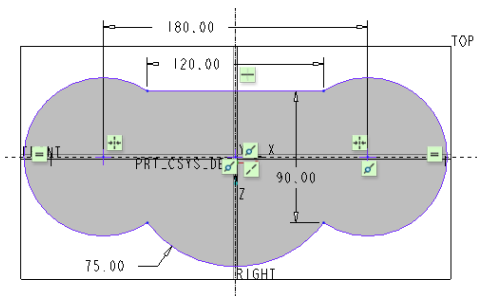
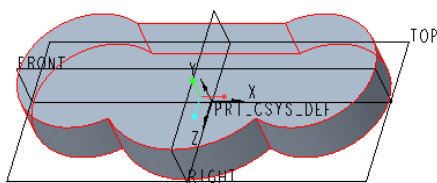

图 4-81 绘制拉伸剖面
图 4-82 创建的拉伸实体特征
- ① 在功能区“模型”选项卡的“形状”面板中单击“拉伸”按钮, 打开“拉伸”选项卡。
- ② 在“拉伸”选项卡中打开“放置”面板, 单击“定义”按钮, 弹出“草绘”对话框。
- ③ 选择 TOP 基准平面作为草绘平面, 以 RIGHT 基准平面作为“右”方向参照, 单击“草绘”按钮, 进入草绘模式。
- ④ 使用相关的草绘工具绘制图 4-81 所示的拉伸剖面, 单击“确定”按钮。
- ⑤ 默认的侧 1 深度选项为 (盲孔), 设置侧 1 的拉伸深度为“36”。
- ⑥ 在“拉伸”选项卡中单击“完成”按钮, 创建的拉伸实体特征如图 4-82 所示。